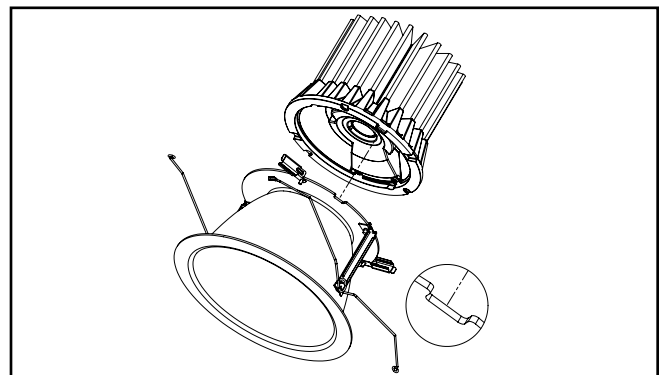

Figura 5
5. Inserte el motor LED en el conjunto de la moldura. Alinee el poste en el motor LED con la ranura del conjunto de la moldura (Figura 5.).